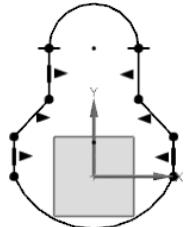

图 5.11.3 添加对称约束
- (2) 参照上述步骤完成图 5.11.3 所示的其余对称约束。